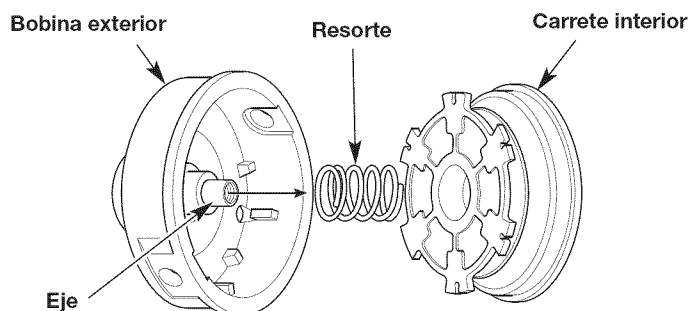

Fig. 10
3. Saque el carrete interior de la bobina exterior (Fig. 10).
4. Saque el resorte del carrete interior (Fig. 10).